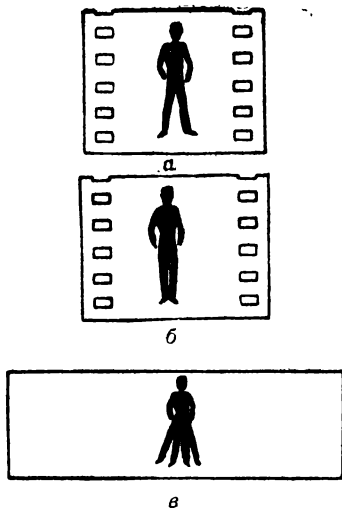

Рис. 2
1. Если на один «последовательный образ» накладывается другое изображение, то в глазу должно возникнуть восприятие двух изображений одновременно. Если, например, показывают две последовательные фазы идущего человека, отличающиеся положением его ног (рис. 2, а и б), то зритель должен был бы увидеть человека с четырьмя ногами (рис. 2, в).